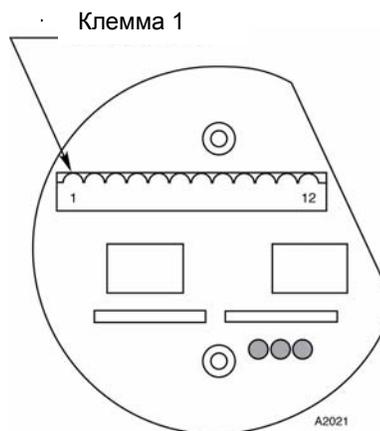
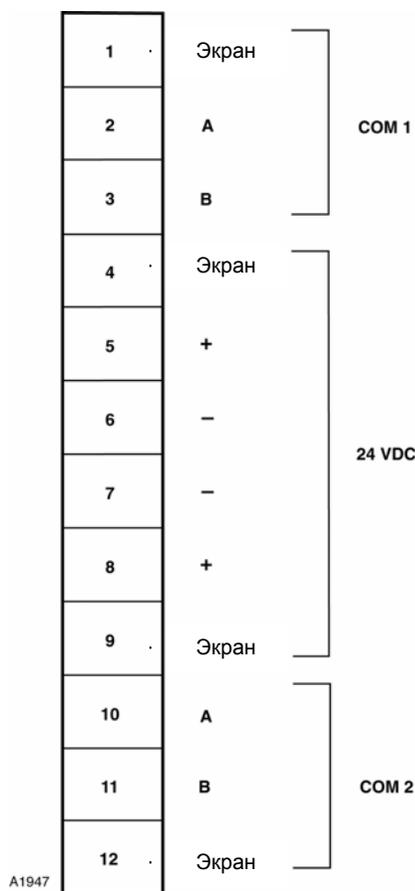

Рис. 3-2. Расположение клеммного блока модуля расширения.
Рис. 3-3. Номера контактов и их назначение на плате клеммной модуля расширения.
2. Подсоединить провода питания 24 В и коммуникационного кабеля к соответствующим клеммам клеммного блока. На рис. 3-2 показано расположение клеммного блока. Назначение клемм приводится на рис. 3-3.